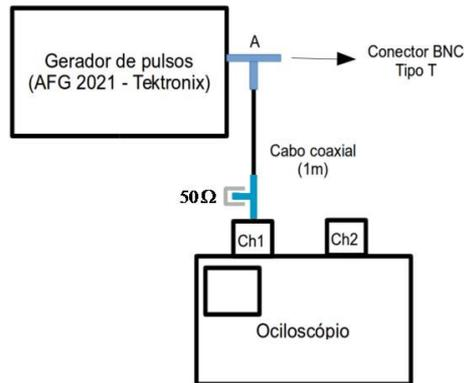
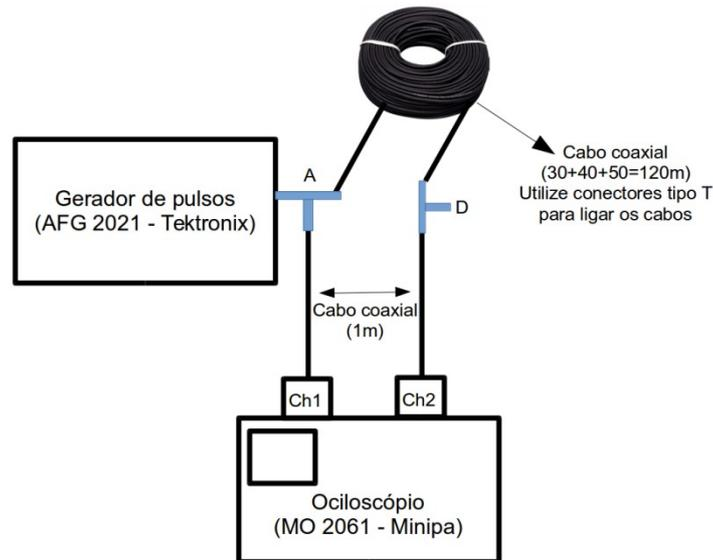

Figura 1. Montagem experimental inicial para teste dos equipamentos. Note a terminação de  $50\Omega$  na entrada do osciloscópio para igualar as impedâncias.
Figura 2. Montagem experimental da linha de transmissão de 120m. Note que a montagem do canal 1 permanece a mesma (canal de referência).
- 1) Utilizando um conector BNC do tipo T, conecte a saída do gerador de pulsos de impedância  $50\Omega$  (ponto A da Figura 1) ao canal de entrada (CH1) do osciloscópio usando um cabo coaxial de 1 metro. Não esqueça da terminação de  $50\Omega$  para casar as impedâncias.
1 ) Com a linha de transmissão conectada ao gerador de sinais (mesma saída do ponto A da Figura 1 – utilizando o conector BNC do tipo T), observe simultaneamente os sinais nos pontos A e D (conforme indica a Figura 2 abaixo). Utilize para isso os dois cabos coaxiais de 1m, indicados na Figura 2 e disponíveis no laboratório, conectados (a partir dos pontos A e D) aos canais 1 (CH1) e 2 (CH2), respectivamente, do osciloscópio.
Segunda montagem experimental (Figura 2):